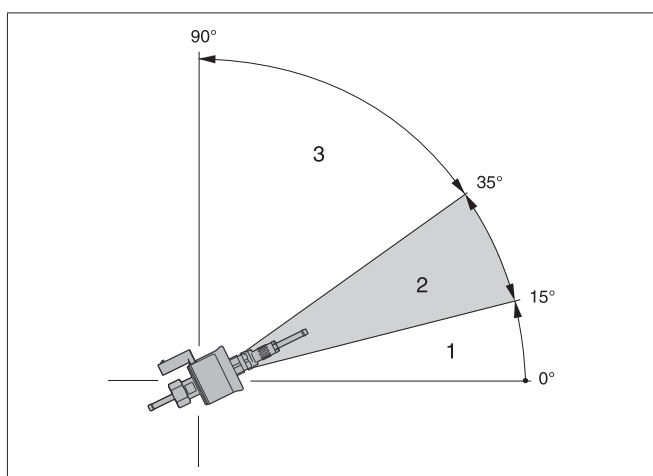

Bild 25
- Det optimala monteringsläget ligger mellan 15° och 35°, se Bild 25.